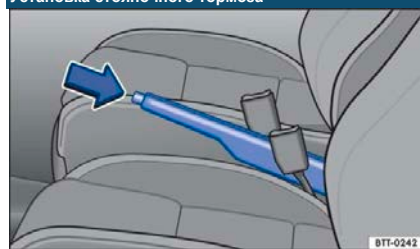

Рисунок 95 Между сиденьями переднего ряда: Стояночный тормоз
– Слегка потяните рычаг управления стояночным тормозом вверх и нажмите кнопку блокировки →  **рис. 95** (стрелка).